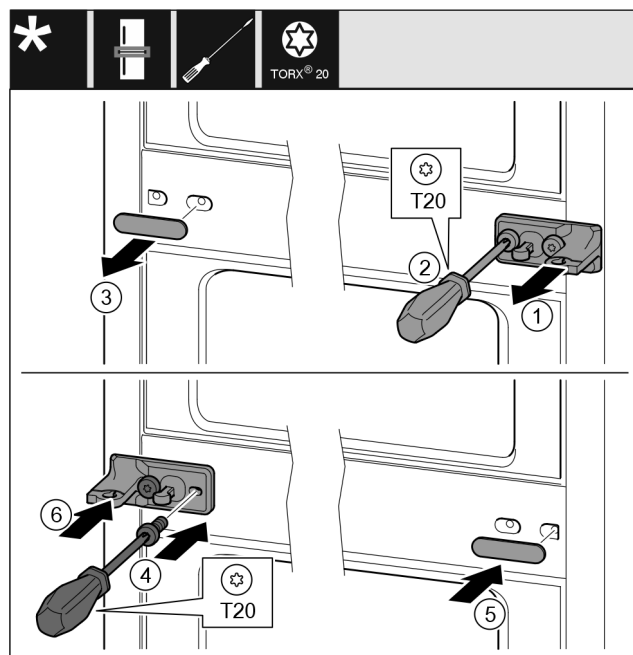

Fig. 33
- Enlever la rondelle. Fig. 33 (1)
- Desserrer les vis avec le tournevis T20. Fig. 33 (2)
- Enlever délicatement le cache. Fig. 33 (3)
- Visser fermement le support de palier avec film tourné de 180° de l'autre côté. Fig. 33 (4)
- Poser le cache tourné de 180° de l'autre côté. Fig. 33 (5)
- Enfiler la rondelle par devant. Fig. 33 (6)